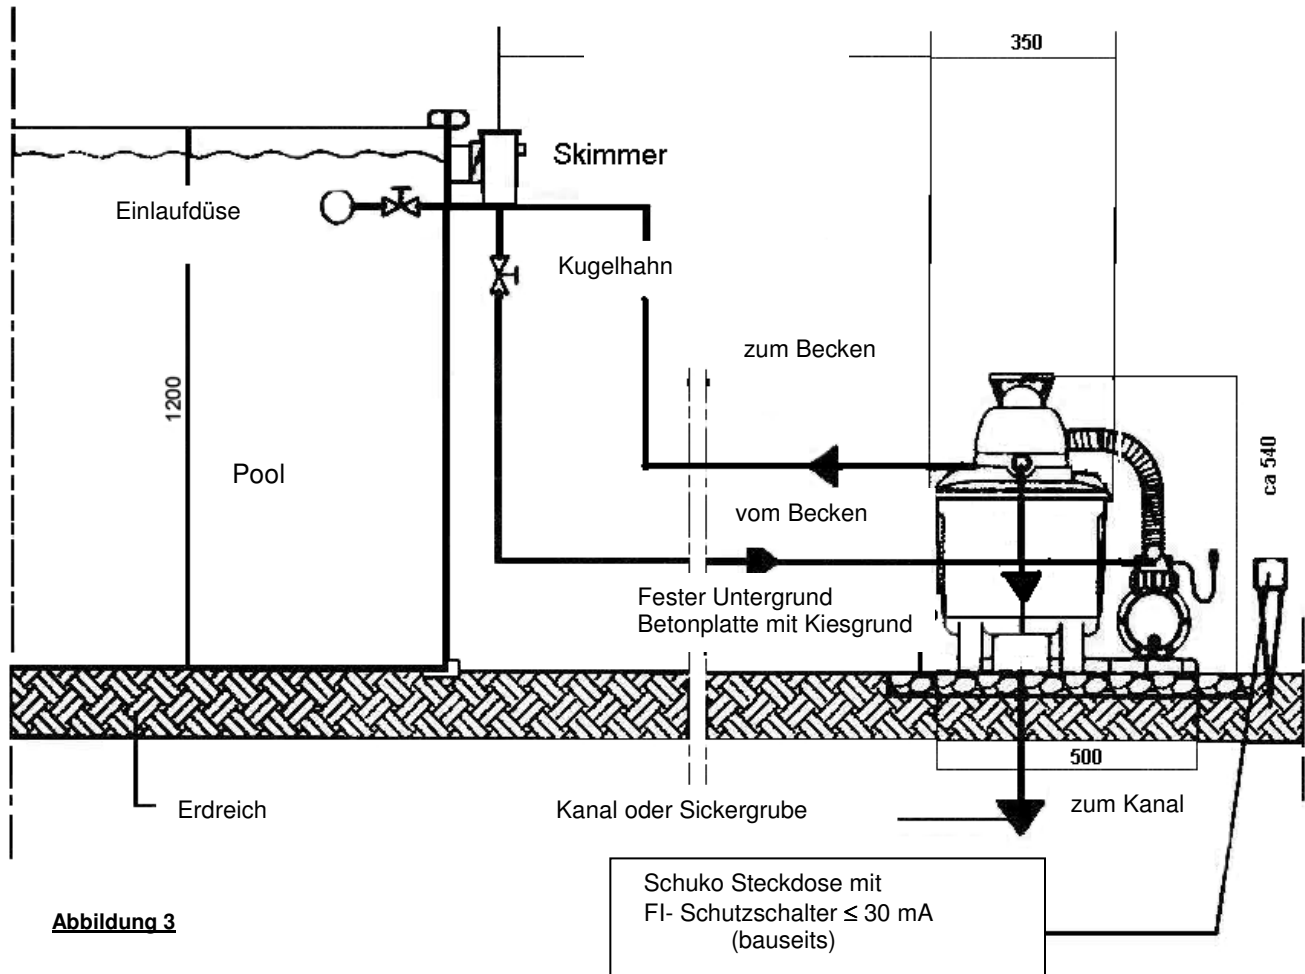

Abbildung 3
5. Vom Pool (ungereinigtes Wasser) - ausgenommen der Kugelhahn vor der Filterpumpe, der bauseits zustellen ist (Abbildung 3)
6. Zum Pool (gefiltertes Wasser) - ausgenommen der Kugelhahn vor der Filterpumpe, der bauseits zu stellen ist (Abbildung 3)
7. Rohrleitung für Rückspülung (trübes Wasser) vom Filterdeckel zum Ablaufkanal, der bauseits zu stellen ist (Abbildung 3)